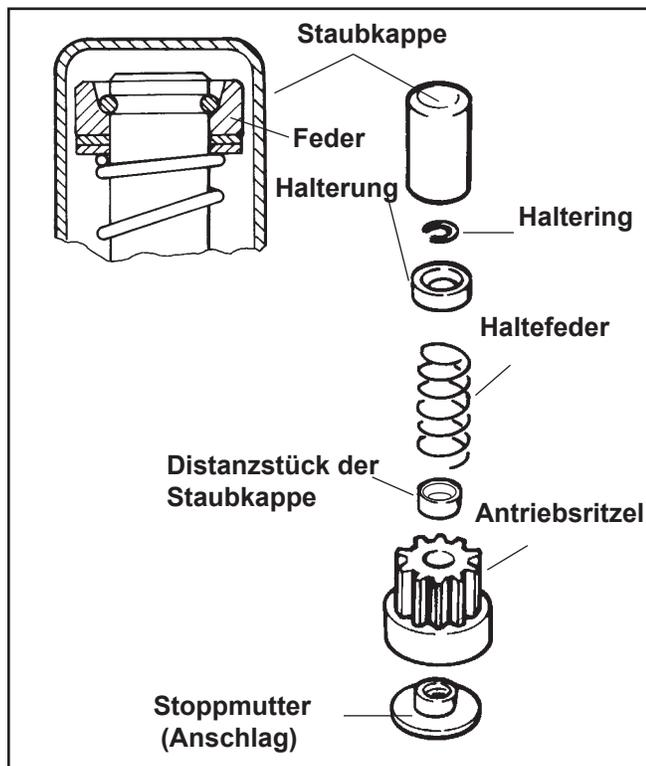

Abbildung 8-35. Antriebsteile, "abgedeckter" Anlasser mit Trägheitsbewegung.
1. Die Gummistaubkappe verfügt auf der Innenseite über geformte Rippen, die in die Aussparung des Distanzstücks der Staubkappe einrasten (siehe Abbildung 8-35). Das Antriebsritzel im Uhrzeigersinn drehen, bis es die voll ausgefahrene Position erreicht. Das Antriebsritzel in der ausgefahrenen Position halten, die Spitze der Staubkappe mit einer Gripzange oder einer anderen Zange erfassen und das Abstandsstück entfernen.
3. Unter erneuter Bezugnahme auf die Abbildung 8-35 den Federhalterring ergreifen und in Richtung Anlasser drücken, wobei die Haltefeder zusammengedrückt und der Haltering freigelegt wird.